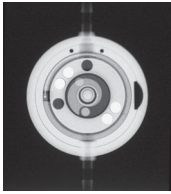

Bild 6: Röntgenbild av en reglerbar differensstryckenhet,
- som bild 6 - av den implanterade ventilen visar